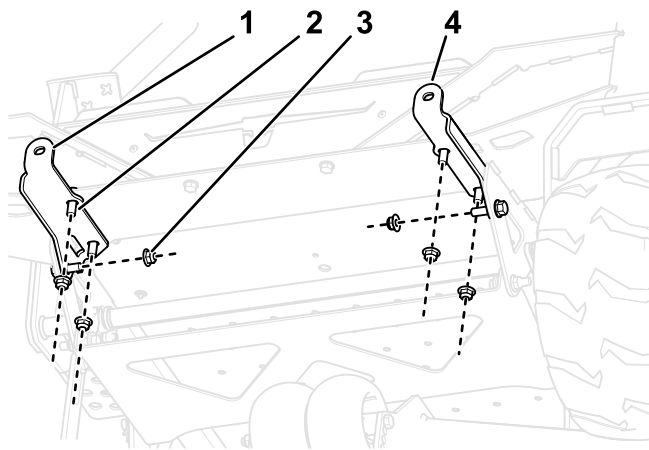

Bild 3
1. Verwenden Sie sechs Schrauben (3/8" x 1") und Sicherungsmuttern (3/8"), um die linke und rechte Ballastbefestigung an der Vorderseite der Maschine zu befestigen, wie in Bild 3 dargestellt.